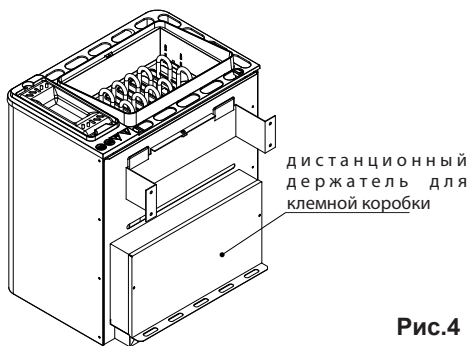

Рис. 4
3. Закройте клеммную коробку крышкой, дистанционным держателем наружу. Для этого используйте 2 шт. винтов-саморезов (рис. 4).